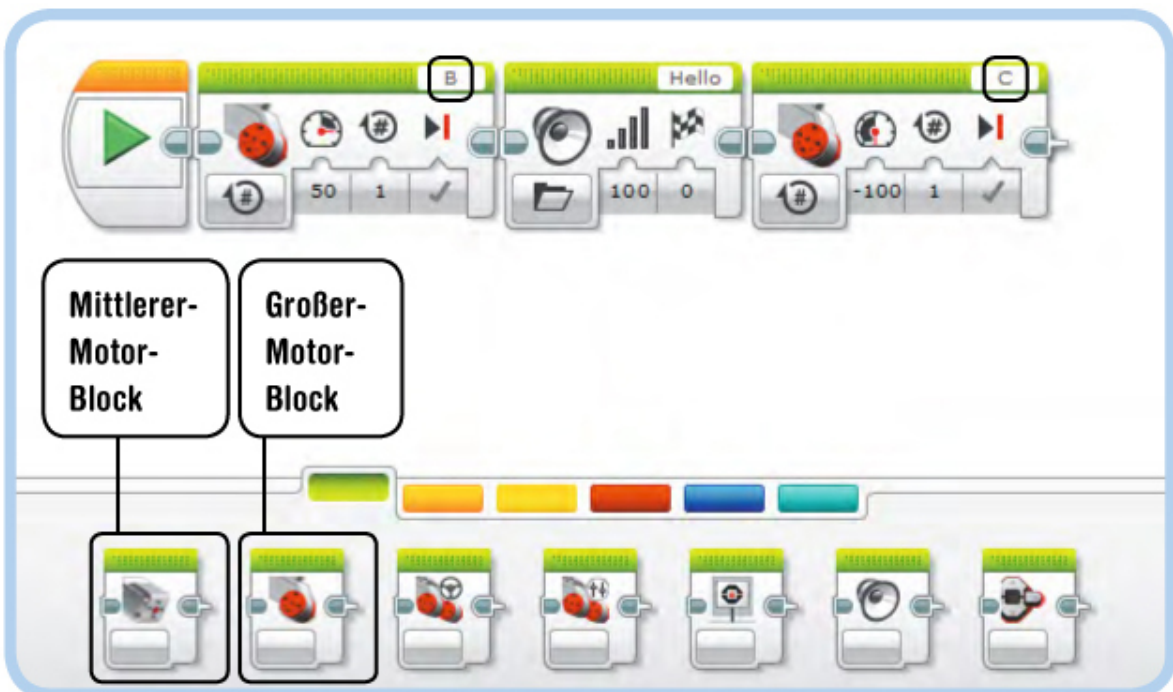

Abbildung 4-20: Das Programm **LargeMotor**: Der linke Motor dreht vorwärts, der Roboter sagt »Hello« und der rechte Motor dreht rückwärts.
Das Programm in Abbildung 4-20 verwendet zwei Blöcke *Großer Motor*, um jeweils den linken (B) und den rechten (C) Motor unabhängig voneinander zu steuern.